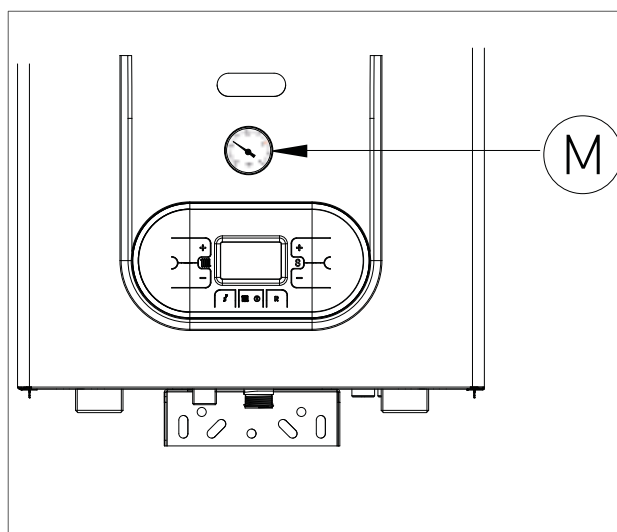

fig. 1
3. controllare attraverso il manometro "M" (fig. 1) che la pressione dell'impianto raggiunga 1.2 bar;